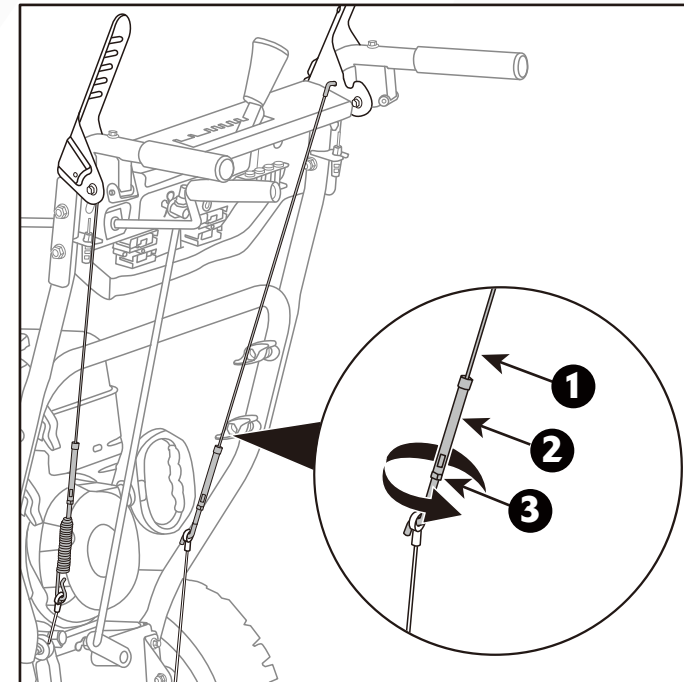

Figura 3B
3. Afloje la tuerca (3) en el cable de control de auto-propulsión (1) y luego gire el perno de ajuste (2) hacia abajo para acortar el cable y eliminar la holgura del cable. Gire la tuerca para cerrar el perno de ajuste y fijarlo. (Figura 3B)